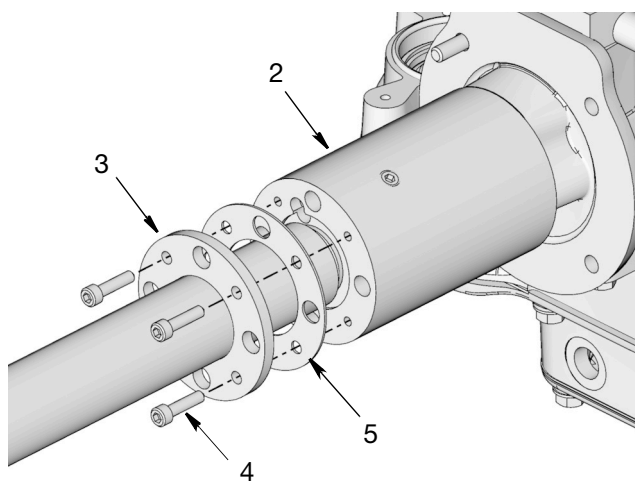

Рис. 49
25. **Только для моделей типа «труба в трубе»:** Установите прокладку (5) и деталь «труба в трубе» (3). Прикрепите деталь «труба в трубе» к переходнику насоса (2) с помощью болтов (4). Используйте торцовый гаечный ключ для надежной затяжки болтов (Рис. 49). Затяните с усилием 7–9 футов на фунт (9–12 Н·м).